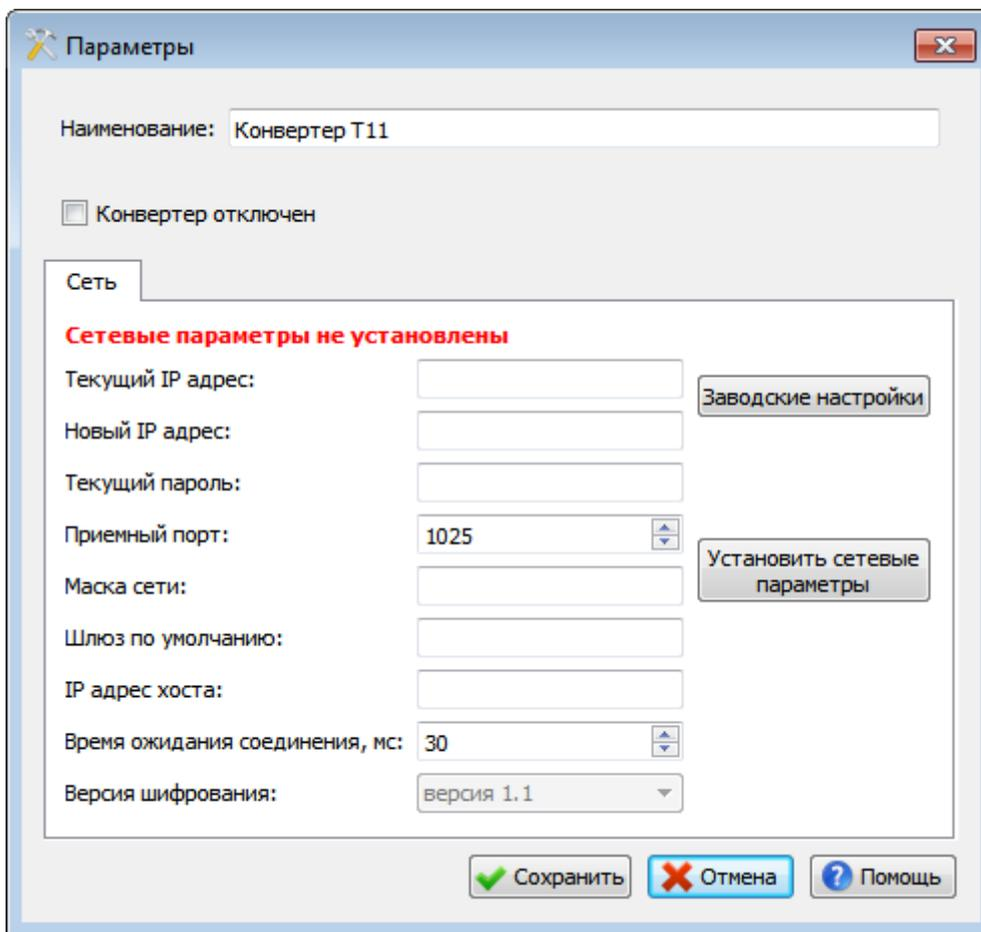

Рис. 42
- В окне «Выберите подключаемое оборудование» выберите из выпадающего списка значение «Конвертер Т11» и нажмите кнопку «Сохранить». На экране появится окно «Параметры» (Рис. 42), в этом случае служащее для настройки параметров работы конвертера.